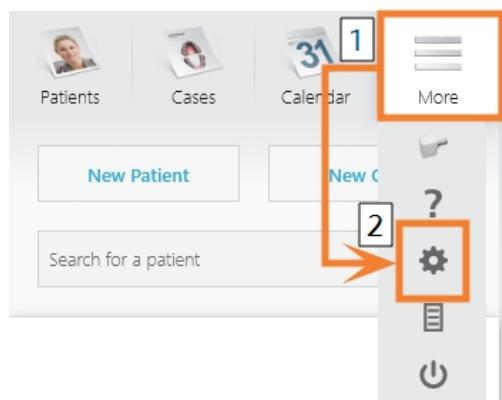

FIG. 16 ABRIR LOS AJUSTES EN TRIOS DESIGN STUDIO
7. En la barra de menús, seleccione **Más**. En el menú desplegable, seleccione el ícono **Ajustes** (Fig. 16 abajo).